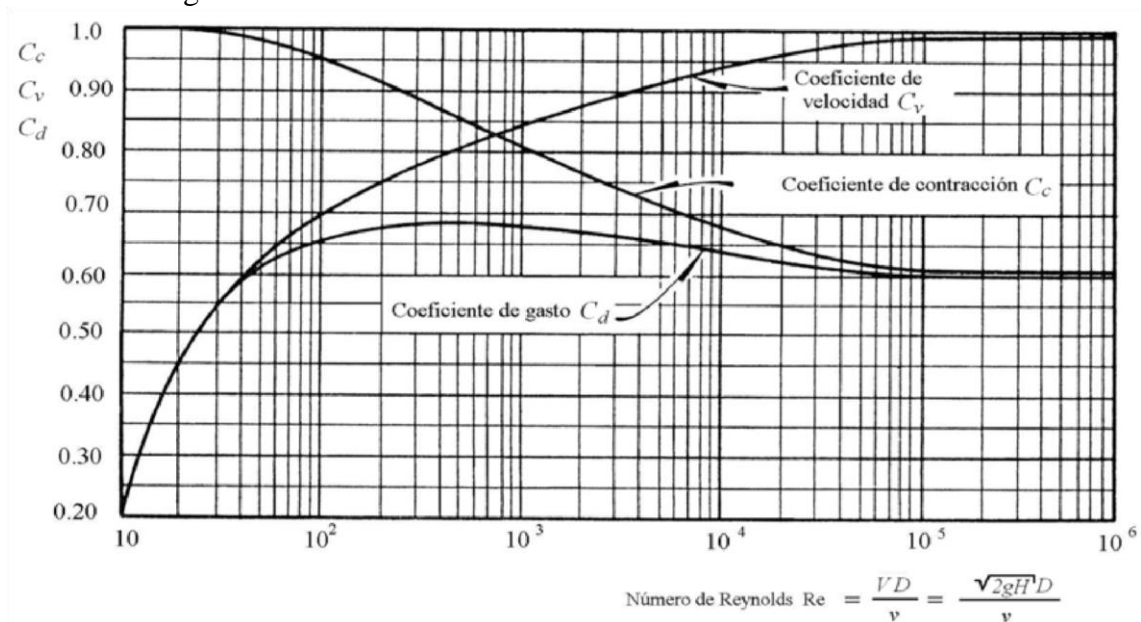

Figura 3. Variación de los coeficientes de velocidad, contracción y gasto con el número de Reynolds en un orificio circular
e) Obtener los coeficientes de velocidad C_v , de gasto C_d y contracción C_c , con ayuda de la figura 3.